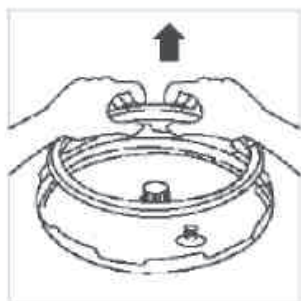

Рис.8
- Снимите уплотнительное кольцо. Зажмите руками края уплотнительного кольца и потяните вверх. Начисто промойте внутреннее уплотнительное кольцо водой, вытрите насухо (в процессе чистки может быть использовано немного моющего средства). В завершении, верните уплотнительное кольцо на свое место (рис. 8, 9).